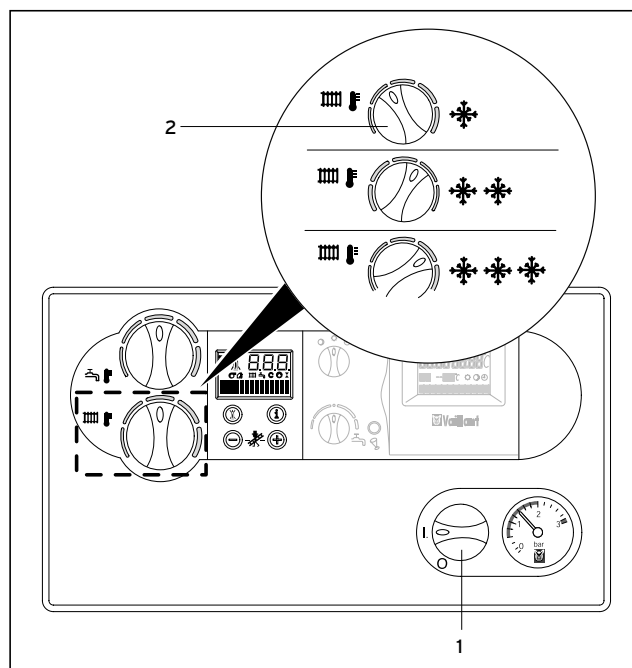

Рис. 3.12 Установка температуры подающей линии
3.5.1 Установка температуры подающей линии (рис. 3.12)